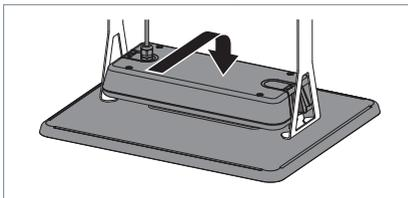

Fig. 4: Fäst armaturen i takfästet.
- ▶ Fäst armaturen i takfästet, se Fig. 4.